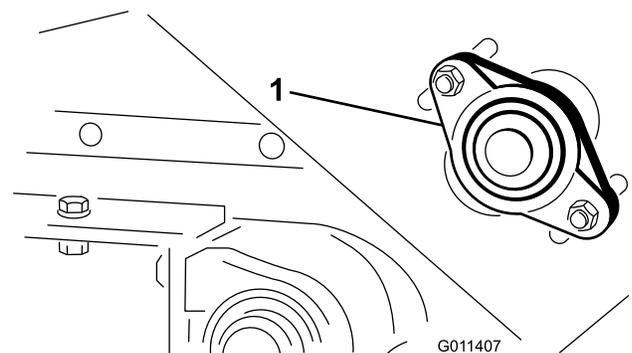

Bild 22
1. Lösen Sie die Muttern, mit denen das Gehäuse (Bild 22) an der rechten Seite der Maschine befestigt ist.